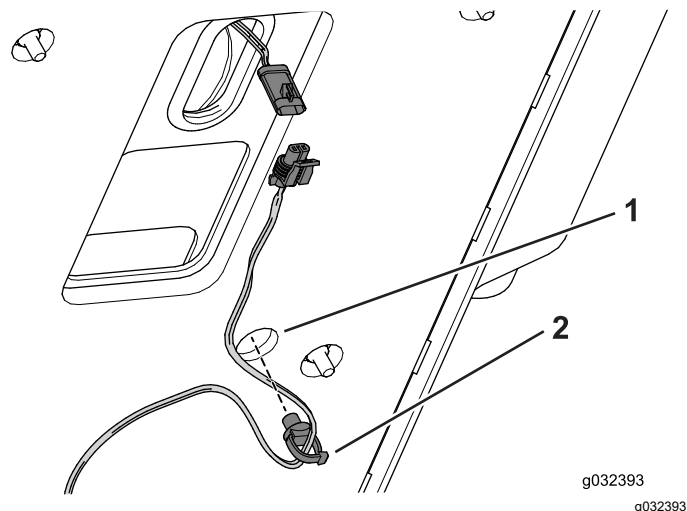

Figure 7
6. Fixez le serre-câble au fond de la plate-forme du siège (**Figure 7**).
7. Branchez le contacteur du siège au faisceau de câblage (**Figure 7**).